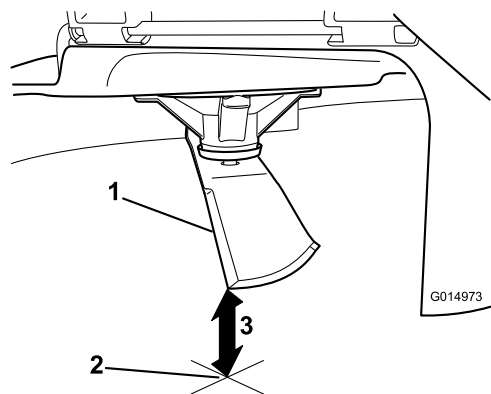

**Figura 61**
3. Mida desde la punta de la cuchilla hasta la superficie plana (Figura 61).